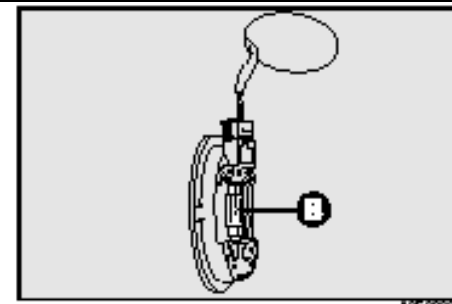

рис.39
□ Для замены лампы **B** - **рис.39**, извлеките ее из пружинных контактов; убедитесь, что новая лампа надежно зафиксировалась в контактах;